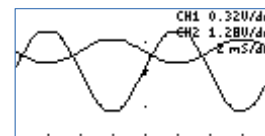

Figure 60: mesure BJT
- 6) Augmentez l'offset de l'AWG jusqu'à ce que la trace CH2 soit centrée sur l'écran. L'écran devrait ressembler à la figure 60.